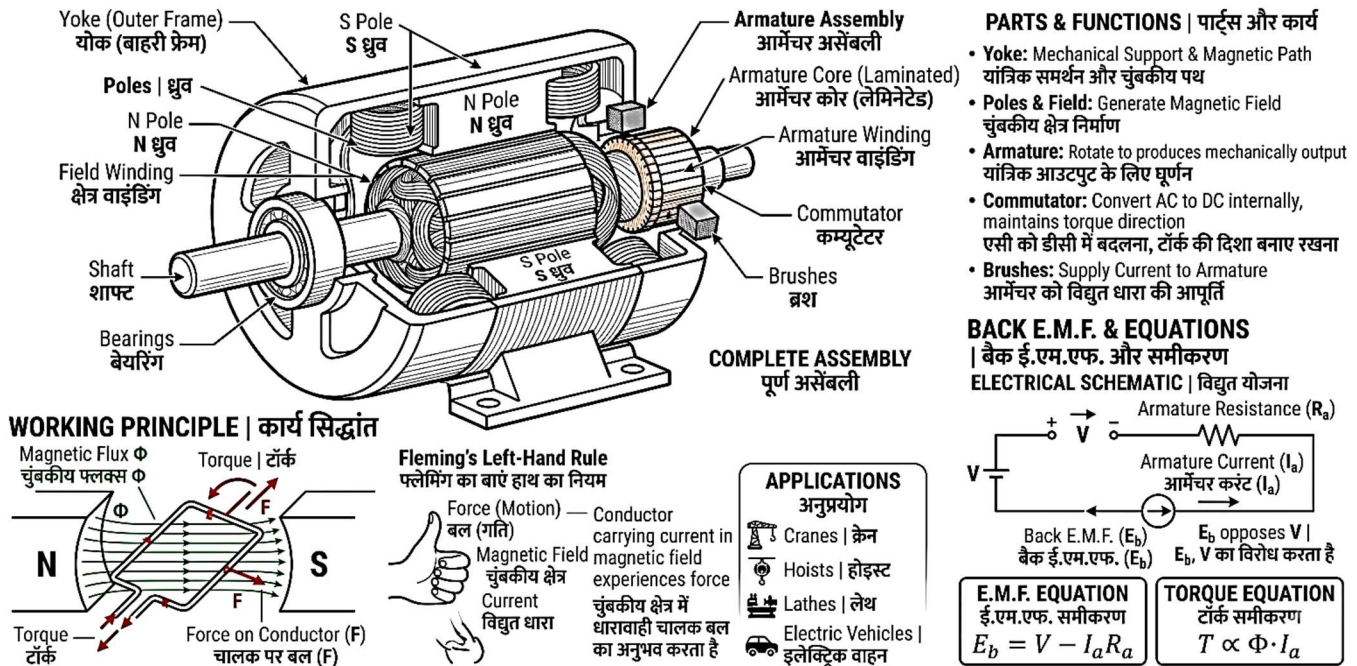

Fig. 2.1: DC Motor – Construction and Working Principle | डी.सी. मोटर – निर्माण एवं कार्य सिद्धांत
2.1.1 Introduction (Fig. 2.1)
2.1.1 परिचय (Fig. 2.1)